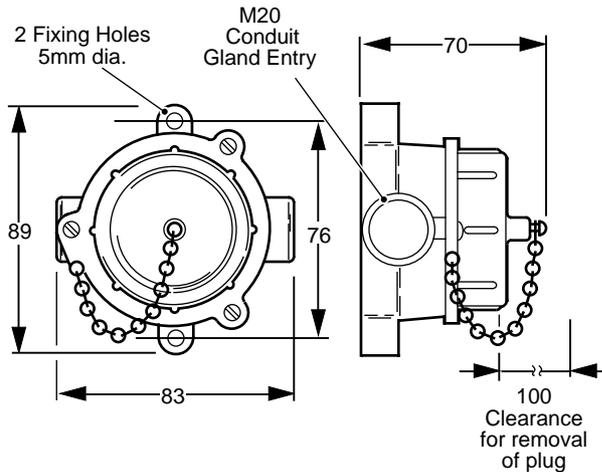

Fig. 3.7 Bulkhead Socket
3.4.1 Bulkhead Socket – Fig. 3.7